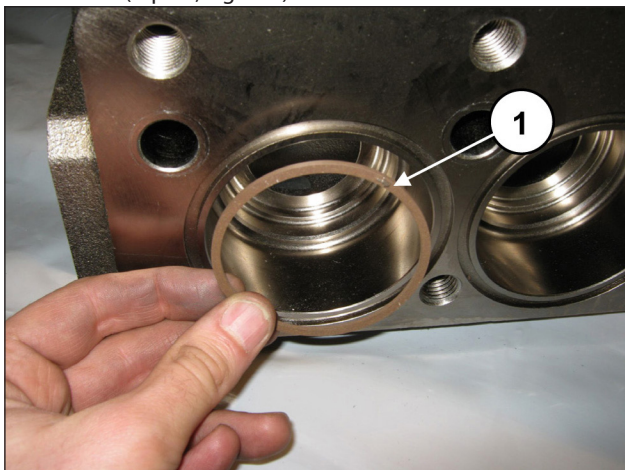

Fig. 153
Côté aspiration, placer la bague anti-extrusion, rep. vue éclatée n° 6 (rep. ①, Fig. 153).